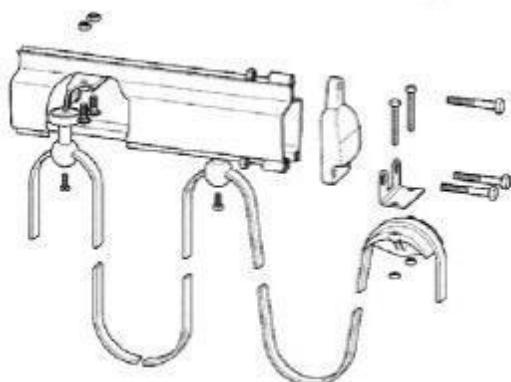

图8
- 用带缓冲器的端盖封闭轨道端头。按照规定的力矩拧紧端盖三只连接螺栓，以保证小车运行安全。（见图 8）